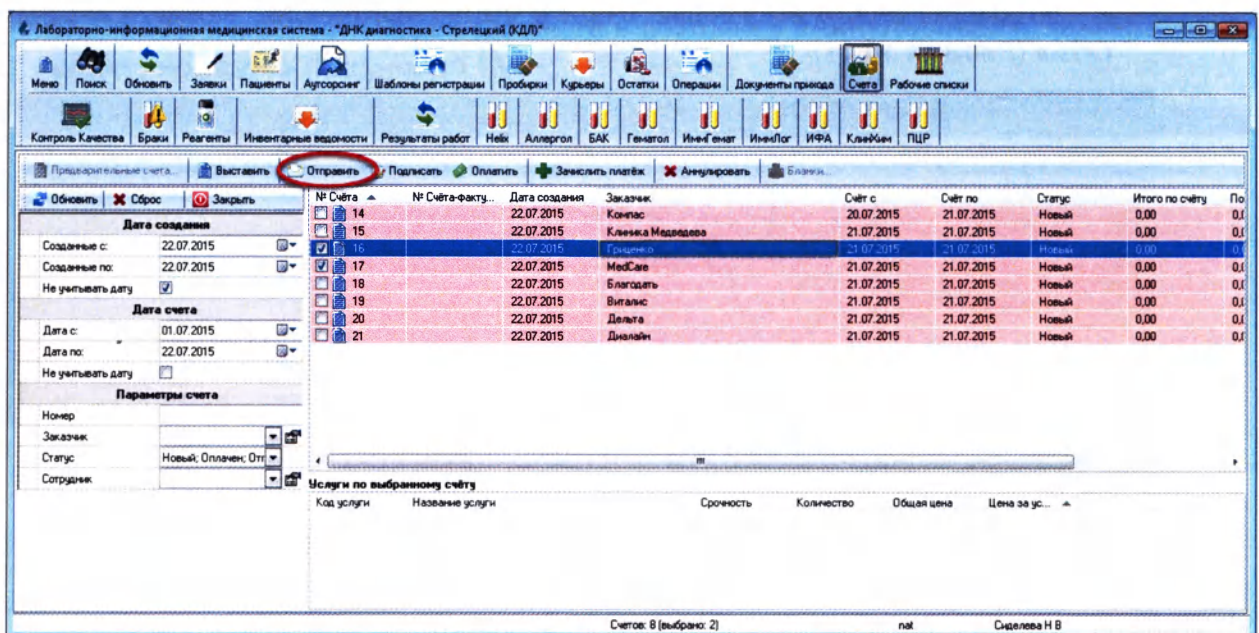

Рисунок 10.9
2. Чтобы перевести выбранные счета в статус «Отправлен», нажмите кнопку «Отправить» (Рисунок 10.9):